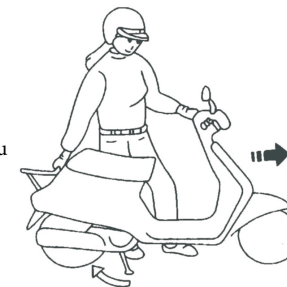

Figura 4-2
1. Poziția în timpul plierii suportului central este ilustrată în Figura 4-2. Țineți maneta frânei spate cu mâna stângă, pentru a împiedica rotirea roții din spate; apucați și ridicați mânerul sau suportul din spate, apoi împingeți înainte.
(4) Deoarece drumul devine alunecos în condiții de ploaie, zăpadă sau gheață, vă rugăm să conduceți cu viteză redusă și să frânați din timp. Rețineți că, în zilele ploioase, distanța de frânare este de peste două ori mai mare decât în condiții normale.